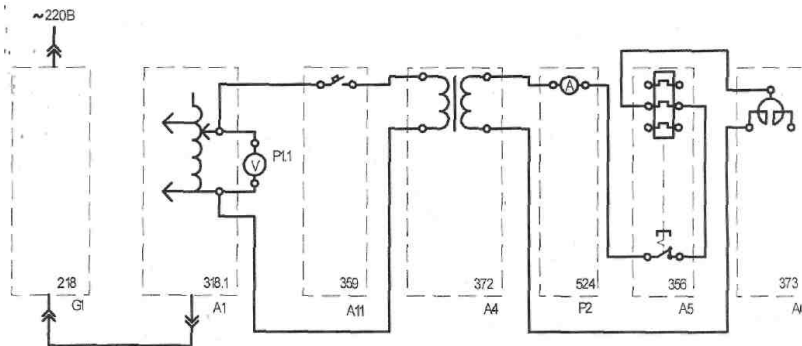

Рис. 3.1. Электрическая схема соединений для снятия времятоковой характеристики электротеплового реле
2. Электрическая схема соединений элементов стенда показана на рис. 3.1.